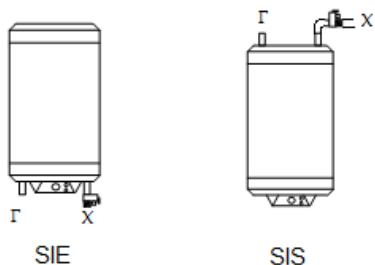

Рис. 2.1
1. *Вертикально.* В таком положении трубка для ввода воды (Х) , а трубка для горячей воды (Г) находится справа. Предохранительный клапан, поставляется вместе с прибором и должен быть установлен к трубке подводящей холодную воду (Х). В случае, с водонагревателями из линейки SIS важно установить 90° трубку к предохранительному клапану, как на рис. 2.1.